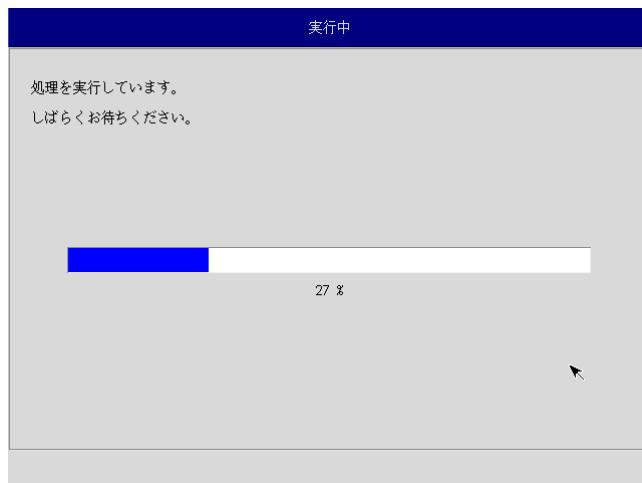

図5-2-8. 実行中画面
- ⑬ 実行中画面（図5-2-8）が表示され、処理が開始されます。実行中はリカバリUSBメモリ、保存メディアを外さないでください。また、電源を落とさないようにしてください。